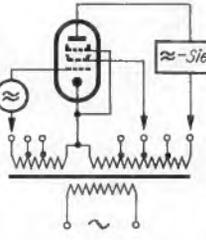

Bild 3. Prinzip der Aussteuerungsprüfer (Klasse 3)
Das Zusatzgerät trägt nach Bild 1 Fassungen für Miniatur-, Noval- und Rimlockröhren. Auf der Unterseite befindet sich ein Stahlröhrensockel, der in die zugehörige Fassung des Hauptgerätes gesteckt wird. Das Gehäuse besteht aus zwei Blechteilen nach Bild 3 und 4, die miteinander verschraubt werden. Die Verdrahtung erfolgt nach Bild 2 am besten durch einen Kabelbaum. Für die Leitungen von der Rimlockfassung zum Stahlröhrensockel ist Litze zu wählen oder eine biegsame Krümmung im Kabelbaum vorzusehen. Alle gleichlautenden Ziffern werden miteinander verbunden.
3. **Aussteuerungsprüfer**, deren Anzeige in erster Linie von der Steuerfähigkeit der Röhre abhängt. Bild 3 läßt erkennen, daß hier zur Gittervorspannung noch eine besondere Signalspannung in Reihe gelegt wird, die im Anodenkreis ausgesiebt und gemessen werden kann. Das Ergebnis ist eine willkürliche Größe, die zwar Rückschlüsse auf die relative Steilheit des Prüflings, nicht aber auf ihren tatsächlichen Wert zuläßt. Infolgedessen ist der Nutzen dieser Methode gegenüber der zweiten Klasse kaum größer.